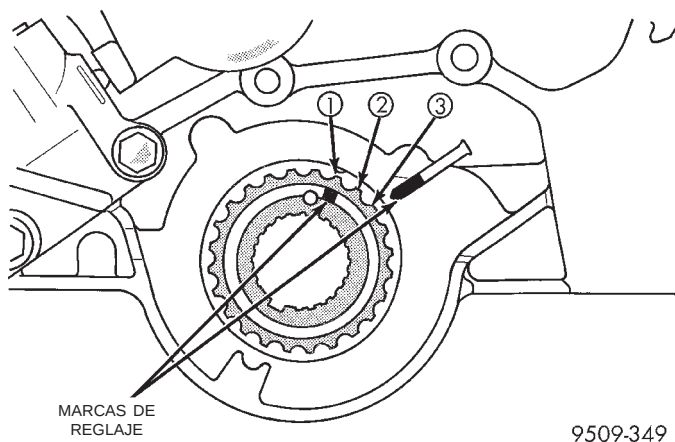

Fig. 64 Sincronización de la rueda dentada del cigüeñal
(1) Fije la rueda dentada del cigüeñal en el PMS (punto muerto superior), alineando la marca de la rueda con la marca situada en la caja de la bomba de aceite. Después gire el cigüeñal 3 escotaduras, antes del PMS (Fig. 64).